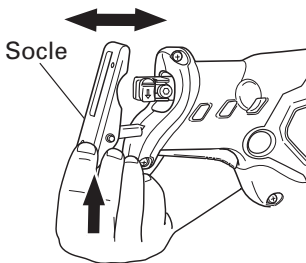

Fig. 13
- (2) Pousser l'extrémité de la lame vers le haut et pousser le socle d'avant en arrière. (Fig. 13)